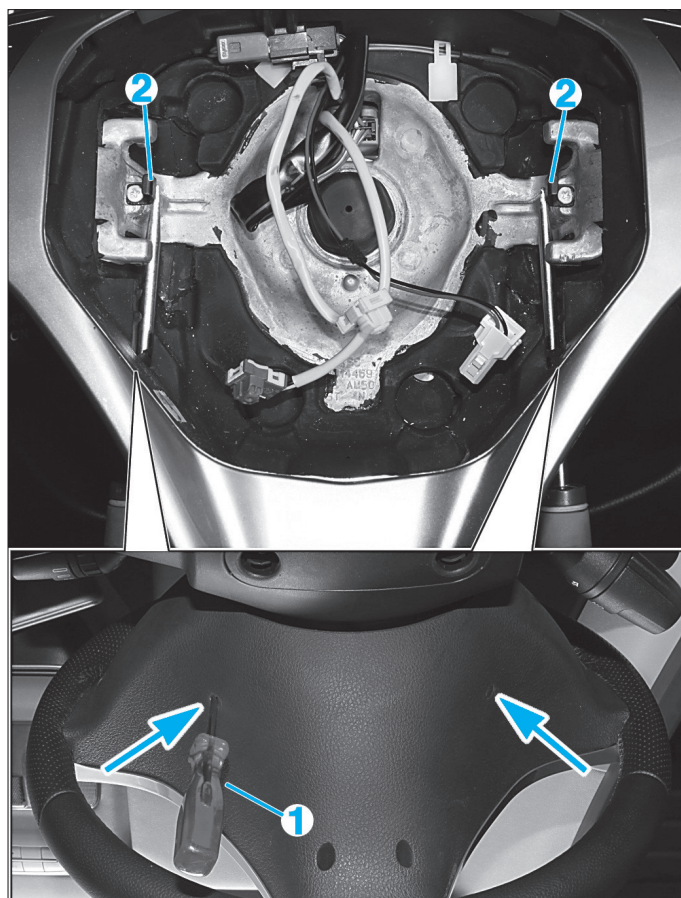

Fig. 1
- Insérer de 60 mm deux tournevis (1) à lame de taille moyenne dans les orifices à l'arrière du volant (Fig.1).